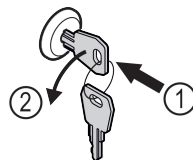

Fig. 206
- Dugja be a kulcsot. Fig. 206 (1)
- Forgassa el a kulcsot 90°-kal az óramutató járásával ellenkező irányba. Fig. 206 (2)